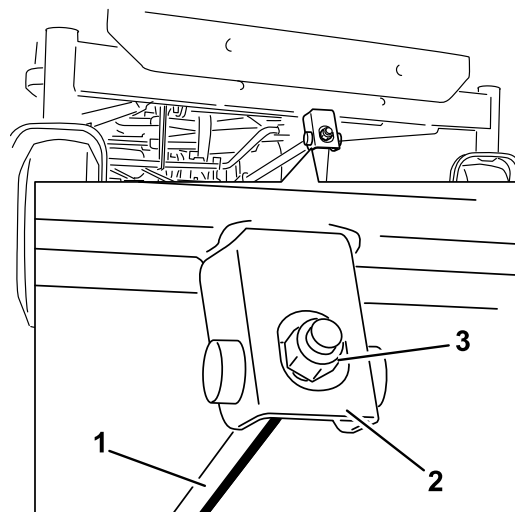

Figura 54
6. Para ajustar a inclinação da lâmina da frente para trás, rode a porca de ajuste na parte da frente do cortador (Figura 54).